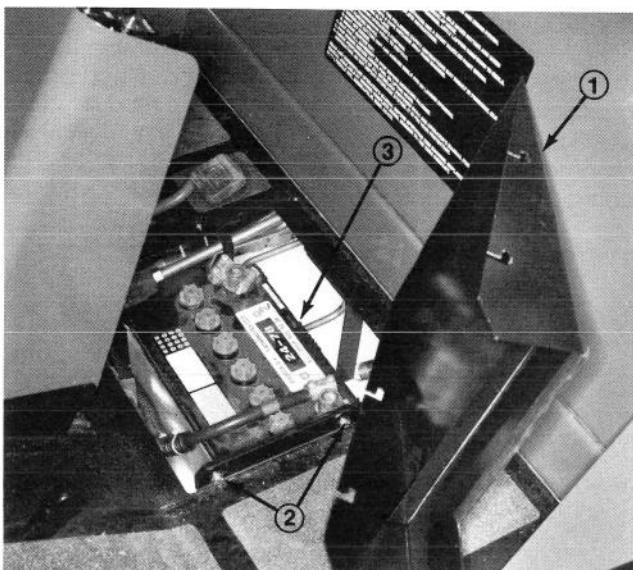

Fig. 41
1. Allentare le viti mordenti che fissano il coperchio della batteria (Fig. 41).